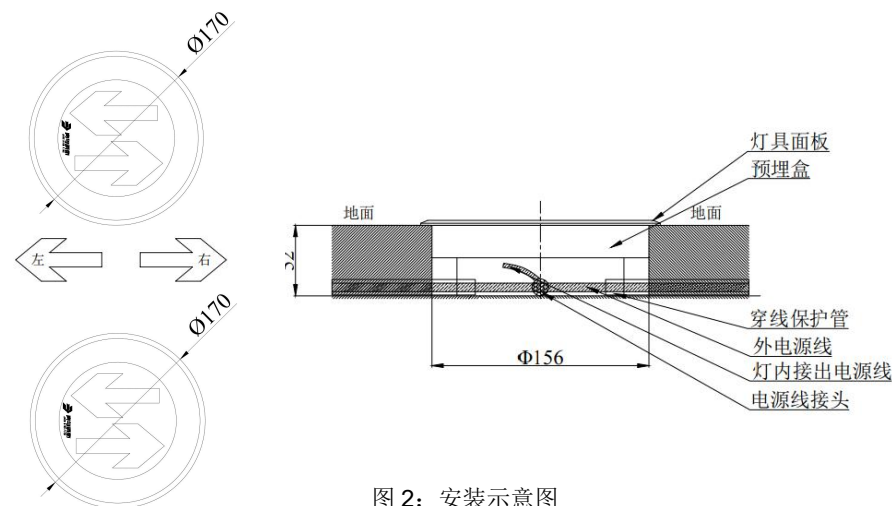

图 2: 安装示意图
- 3 该类地理应急灯具的安装分三步进行：第 1 步在铺装瓷砖进行水泥垫层之前，应先预埋穿线保护管、预埋盒。铺装的瓷砖需进行开孔和修边处理。应特别注意预埋盒底部与瓷砖平面的高度差，防止安装灯具后有明显凸出地平面的现象。第 2 步安装灯具，灯具接头处做防水绝缘处理，最终面板应能贴紧瓷砖地平面。（如图 2）